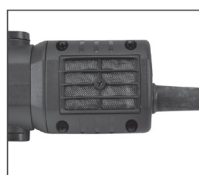

Fig.5
- Pulire la presa d'aria (Fig. 5). Nel coperchio posteriore è presente una presa d'aria. Dopo 2-3 giorni di utilizzo, aprire il coperchio e utilizzare una spazzola asciutta per rimuovere i detriti e la sporcizia che si sono accumulati sulla presa d'aria, in modo da mantenerla chiara e pulita. Per pulire la presa d'aria non si deve usare un panno o una spazzola che contenga olio o acqua, perché potrebbe causare un cortocircuito o danneggiare l'utensile.